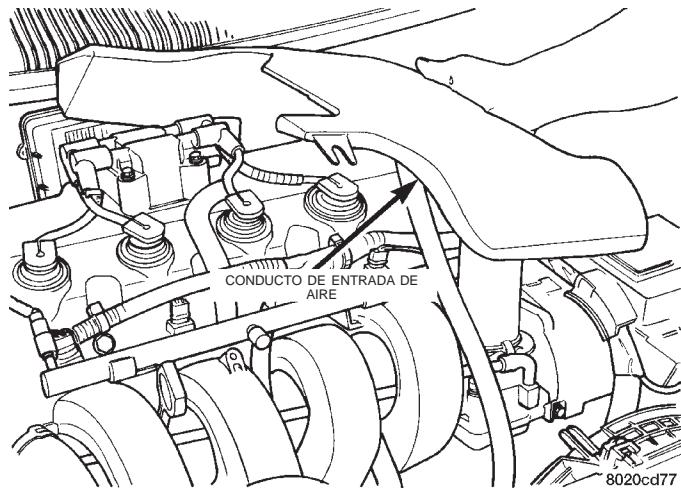

Fig. 17 Desmontaje del conducto de entrada
(1) Retire el conducto de entrada del depurador de aire (Fig. 17).